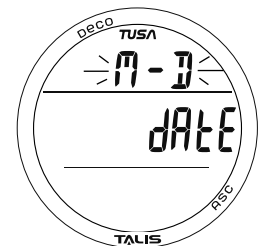

Abb. 12 - DATUMSFORMAT EINSTELLEN
**Einstellen des Datumformats**, Informationen beinhalten (Abb. 12):